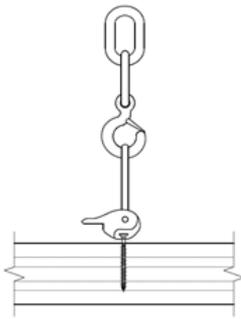
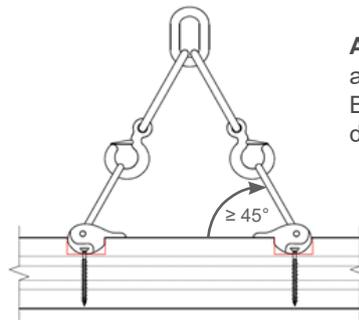

Abbildung 1:
Abbildung 2:
- d) Ausschließlich axiale Beanspruchung der RAPID® T-Lift Schraube (siehe Abbildung 1 & Abbildung 2)